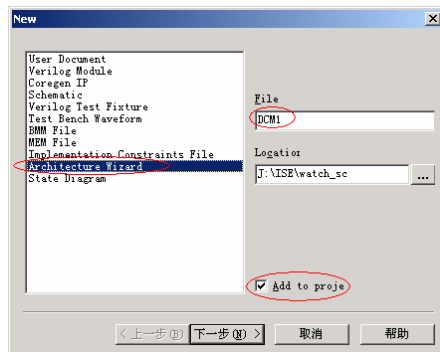

图9-35 新建 Architecture Wizard 资源
(1) 单击新建资源快捷按钮 ，弹出新建资源对话框，选择新建资源类型为“Architecture Wizard”，新建文件名为“DCM_1”，并且直接添加到工程中，如图 9-35 所示。
(2) 单击  按钮，单击  按钮确认新建资源信息。